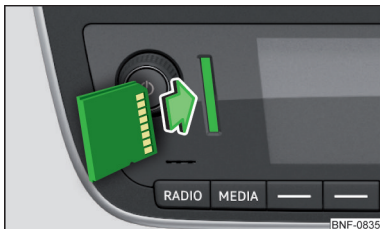

Рис. 104
- Установіть SD-карту в напрямку стрілки (скошений кут має бути вгорі) в отвір так, щоб вона «защепнулася» » Рис. 104.